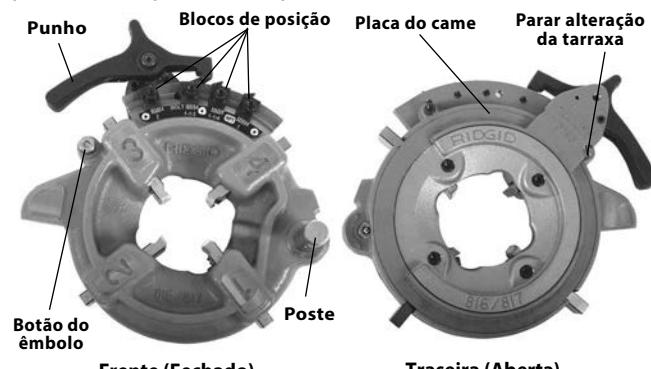

Figura 13 - Cabeça de tarraza semi-automática
- Pressione o punho de forma a que a placa de came assente contra o batente de alteração de tarraxa (Figura 13). O conjunto de placa de came/punho é carregado por mola e deslocar-se-á quando pressionado.